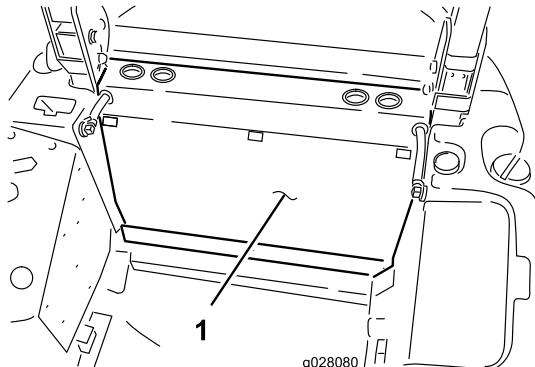

図3
- 後パネルをフレームに固定しているラッチ3個を外して後パネルを外す 図3。